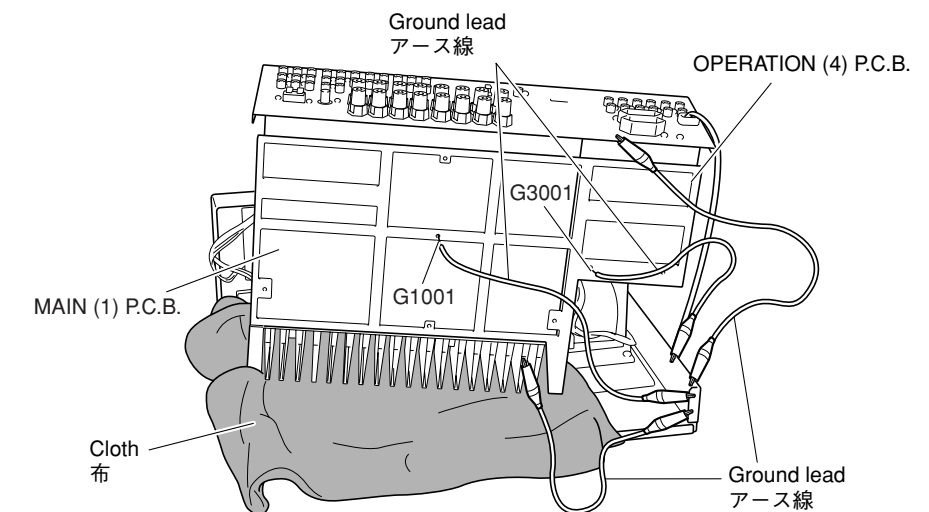

Fig. 6
- Put a Cloth over the equipment. Put the P.C.B.s together with the Heat Sink upright on the Cloth and check them. (Fig. 6)
- The P.C.B. removed from the chassis does not work because its grounding is loose. Be sure to connect the ground of Rear Panel, MAIN (1) P.C.B. (G1001) and OPERATION (4) P.C.B. (G3001) to the chassis with a ground lead or the like. (Fig. 6)
- 布を敷きます。その上にP.C.B.をヒートシンクと一緒に立ててチェックします。(Fig. 6)
- シャーシから外したP.C.B.はアースが浮いて動作しませんので、MAIN(1)P.C.B.(G1001)、OPERATION(4)P.C.B.(G3001)のアースをリード線等でシャーシまたはGNDに接続してください。(Fig. 6)